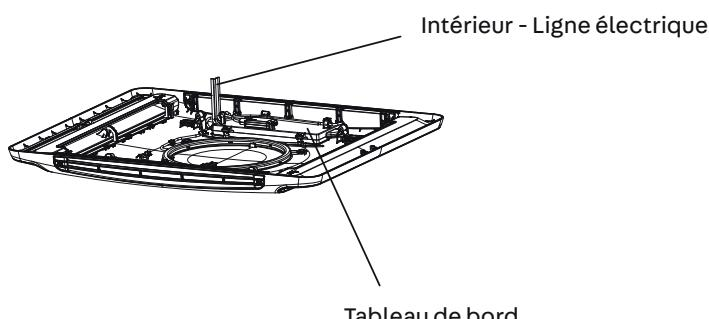

Figure 7
2. Comme illustré à la Figure 7, l'unité intérieure possède un faisceau de fils de signal de commande avec 1 borne de câblage.